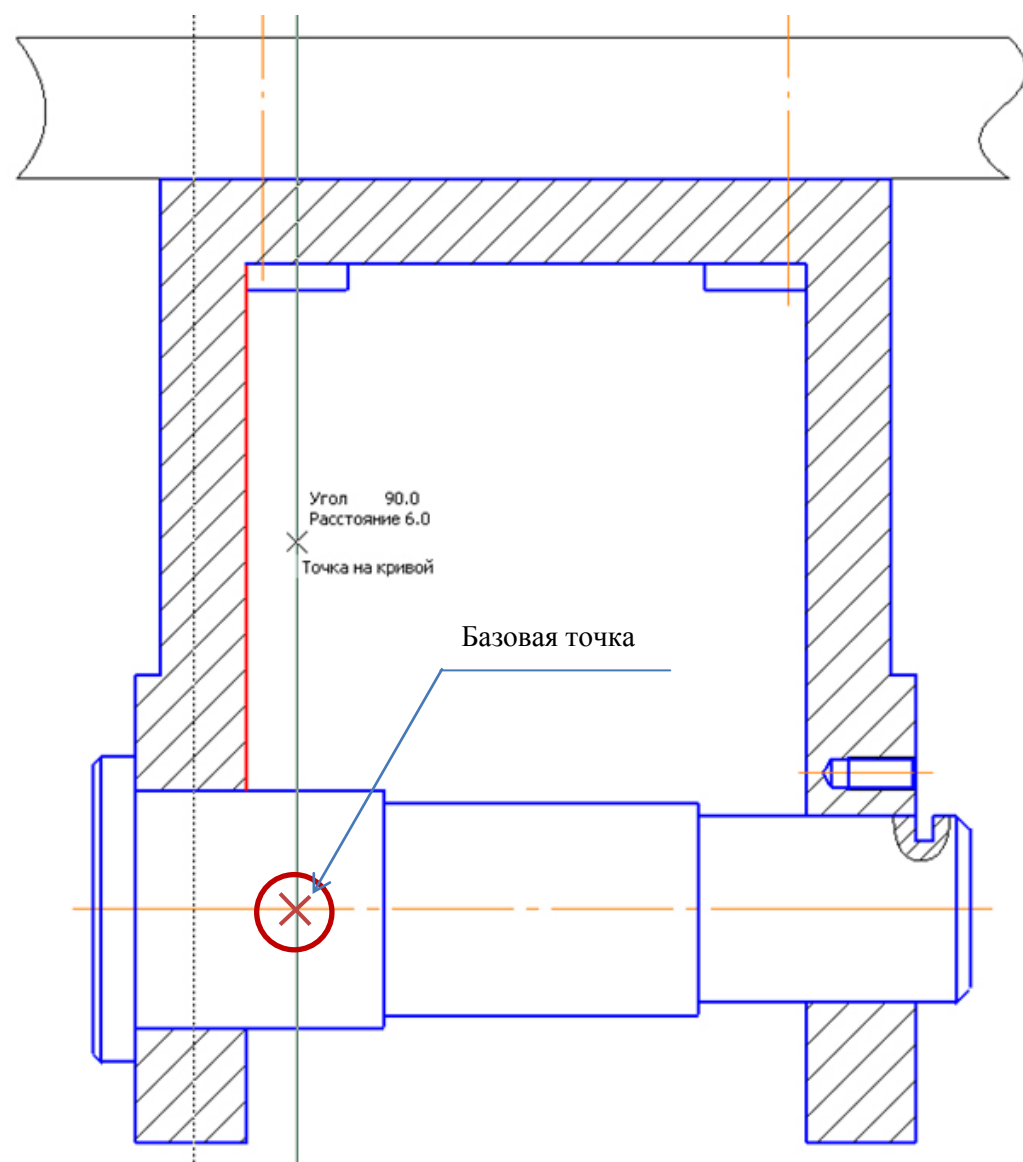

Рис. 4.10. Базовая точка для установки сборочной единицы «Колесо»
- Постройте вспомогательную прямую на расстоянии 6 мм от левой внутренней стенки кронштейна, как показано на рис. 4.10. Точка пересечения построенной прямой и оси – это привязка для установки колеса.